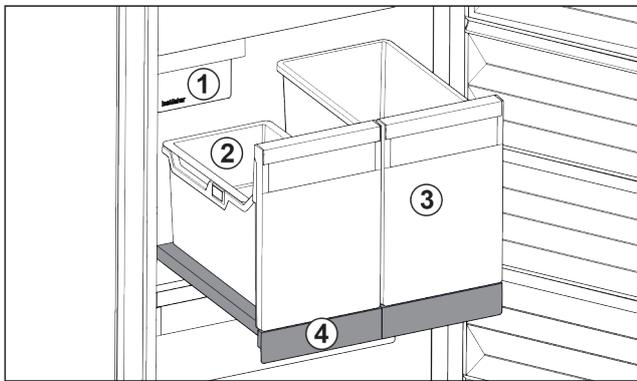

Fig. 98 Izvlačna ploča s IceTower
Na izvlačnoj ploči se nalaze dva visoka spremnika (IceTower). U spremniku se skupljaju i spremaju Fig. 98 (2) kockice leda iz IceMaker. Spremnik Fig. 98 (3) je prikladan za čuvanje visokih namirnica kao što su pizza ili alkoholna pića. Izvlačna ploča s IceTower montirana je na staklenoj ploči s izvlačnim vodilicama. Izvlačnu ploču možete rastaviti radi čišćenja.